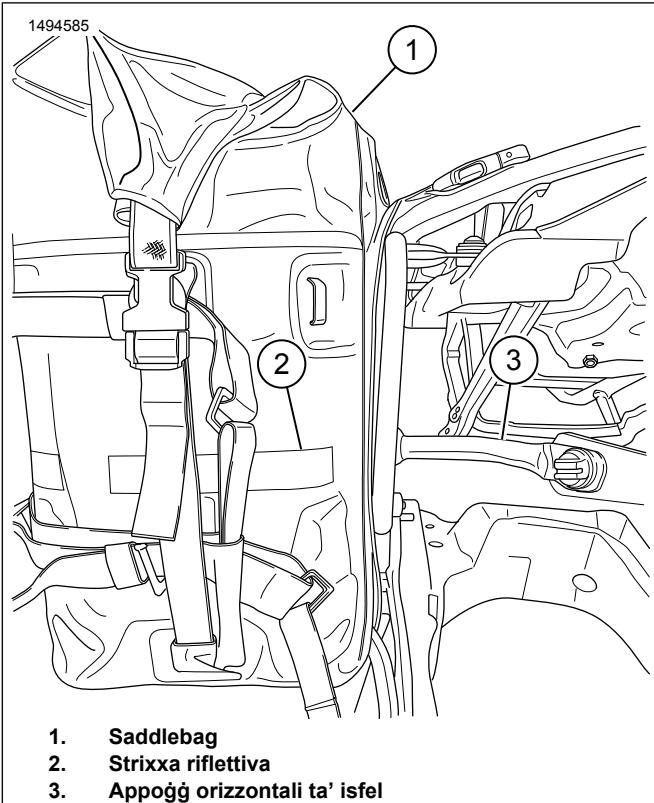

Figura 4. Installa s-Saddlebag
5. Figura 4 Allinja l-istrixxa li tirrifletti (2) fuq is-saddlebag mal-appoġġ orizzontali ta' ifsel (3). Aġġusta ċ-ċineg kif meħtieg.